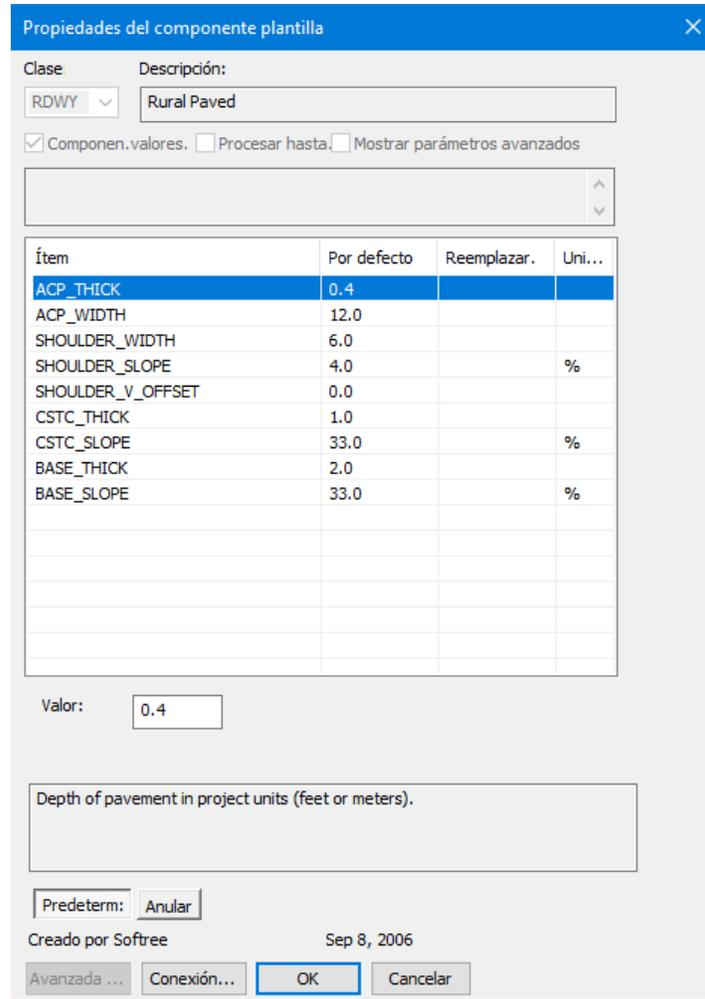

Figura 12-3: Propiedades del Componente Calzada Pavimentada (Rural)
12. <clic-derecho> en el componente  Rural Paved-left en la plantilla  RUR-Rural | seleccione *Propiedades* para abrir el cuadro *Propiedades de los Componentes de Plantilla* (Figura 12-3).